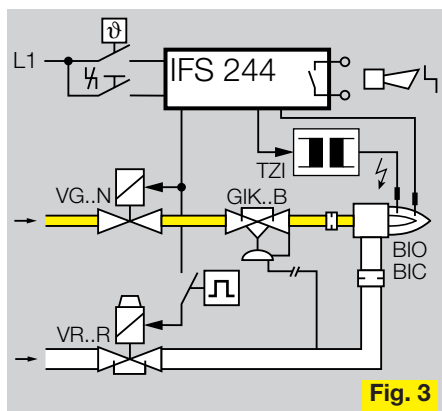

Fig. 3
- Fig. 3 Brenner mit Zwangsluft.
- Fig. 3 Burner with forced air.
- Fig. 3 Напорные горелки.